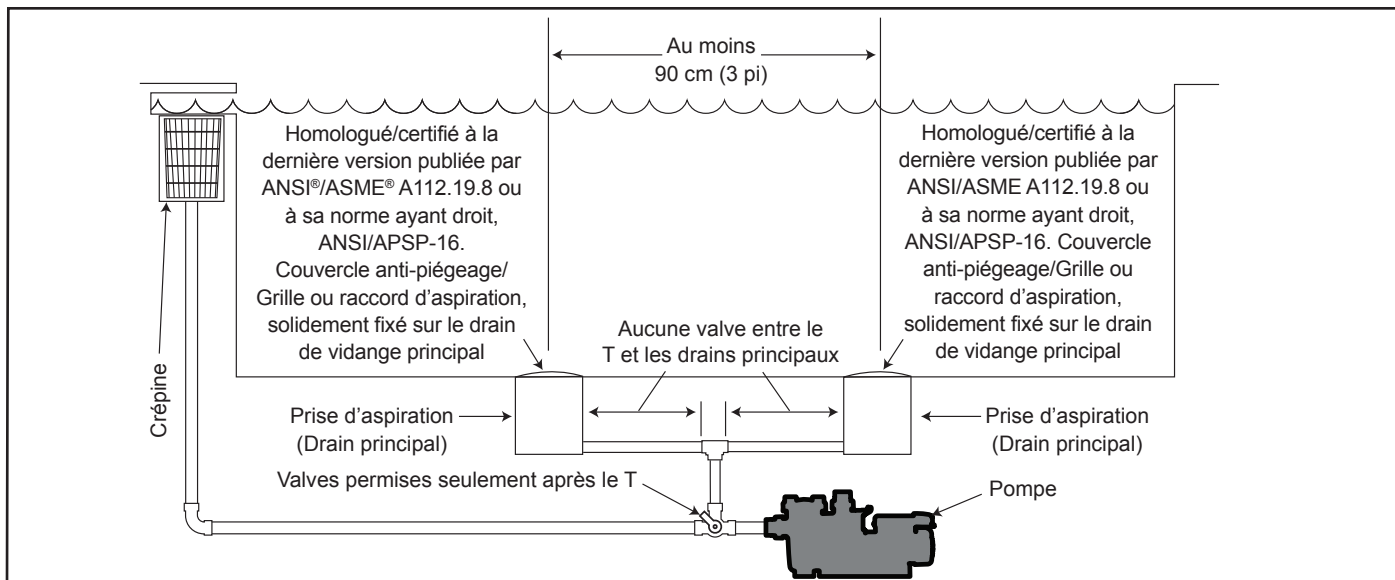

Figure 1. Nombre de prises d'aspiration par pompe
**Nombre de prises d'aspiration par pompe :** Fournir aux moins deux (2) prises d'aspiration hydrauliquement équilibrées avec les couvercles, comme prises d'aspiration pour chaque conduite d'aspiration de pompe. Les centres des prises d'aspiration sur n'importe quelle conduite d'aspiration doivent être à au moins 90 cm (3 pi) de distance, centre à centre. Voir la Figure 1.
Le système **doit** être construit pour inclure au moins deux (2) prises d'aspiration (drains) raccordés à la pompe lorsqu'elle fonctionne. Cependant, si deux (2) prises d'aspiration deviennent une seule conduite d'aspiration, celle-ci peut être dotée d'une valve qui arrête les deux prises d'aspiration de la pompe. Le système sera construit de manière à ne pas permettre un arrêt séparé ou indépendant ni l'isolation de chaque drain. Voir la Figure 1.